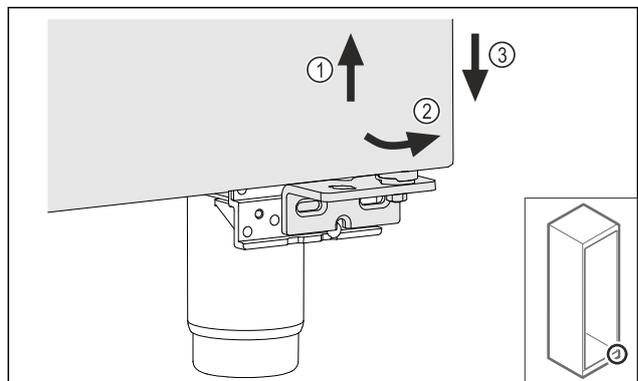

Fig. 26
- Sollevare leggermente la porta Fig. 26 (1), inclinarla in avanti sulla parte inferiore Fig. 26 (2) e abbassarla Fig. 26 (3).